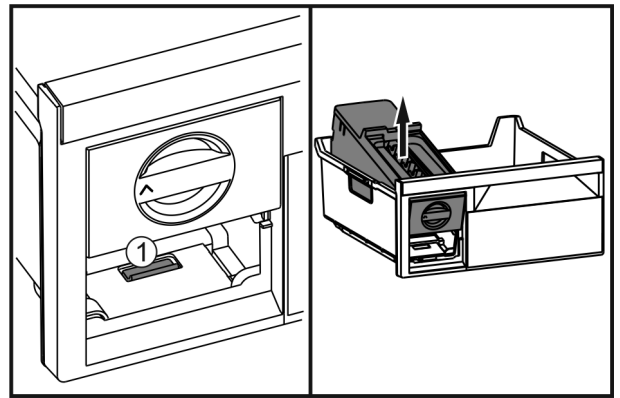

Fig. 40
- ▶ Premere la linguetta Fig. 40 (1), sollevare EasyTwist-Ice da dietro ed estrarlo dal cassetto del congelatore.